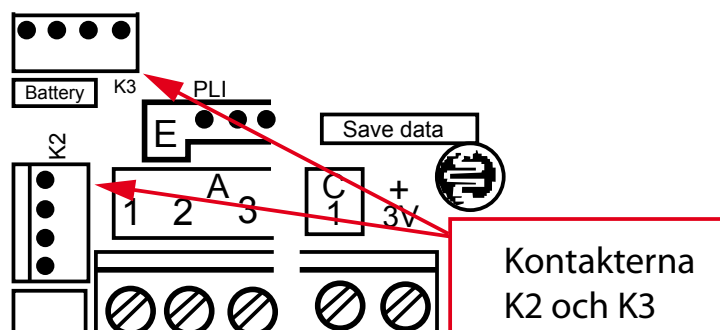

Fig. 1, Kopplingsplint F4
3. Gör mätaren spänningslös genom att koppla ur de fyrpoliga kontaktarna "K2" och "K3", se fig.1.